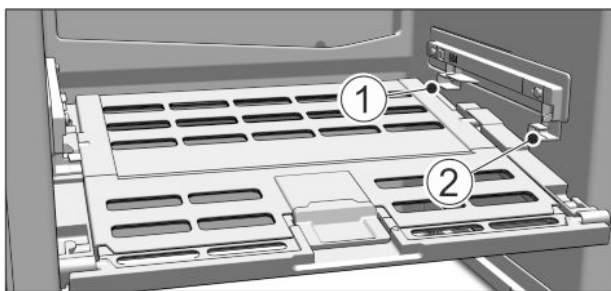

Fig. 14
- ▶ Vstavite pokrov Fruit & Vegetable-Safe: Prečke od spodaj vstavite v zadnje držalo Fig. 14 (1) in spredaj zapnite v držalo Fig. 14 (2).